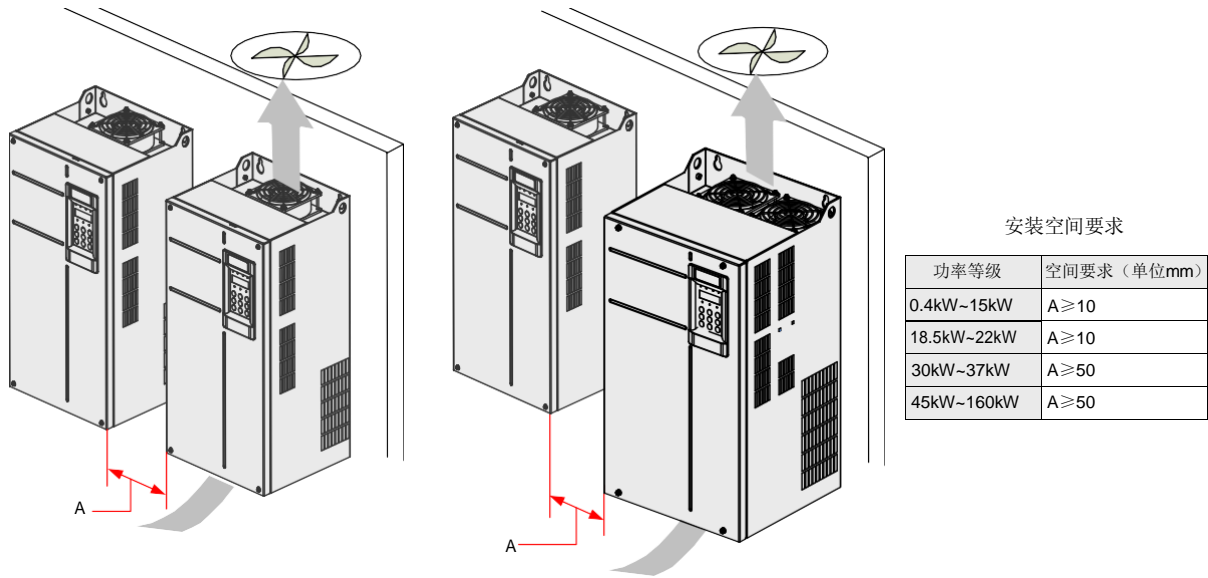

图 3-4 GT600-4T0.4GB~GT600-4T160G 机型多台机器并排安装
- 请垂直向上安装变频器，便于热量向上散发。若柜内有多台变频器时，请并排安装。在需上下安装场合，请参考图 3-4，安装隔热导流板；